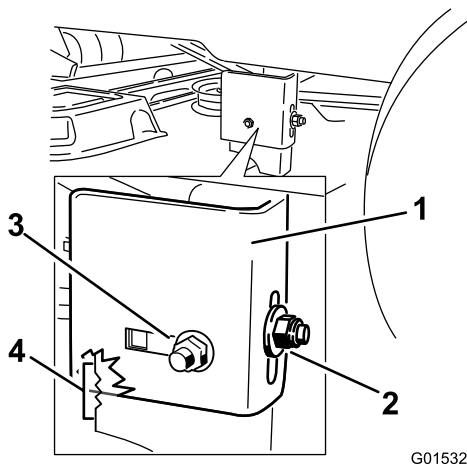

Figura 50
10. Cuando la carcasa esté en la posición deseada, apriete la tuerca de bloqueo trasera de la pletina de suspensión para fijar la posición nueva (Figura 50). Apriete la tuerca de bloqueo lateral de la pletina de suspensión.